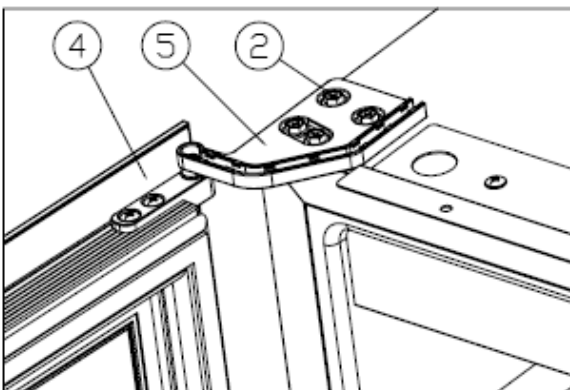

Figure 6
Drehen Sie die Tür (4) um 180 Grad und setzen Sie das untere rechte Scharnier (5) ein, schrauben Sie die M5\*16-Schrauben (2). [Figure 6]